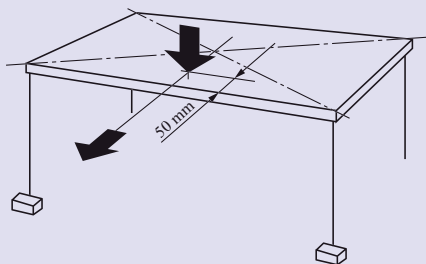

图 1-25 课桌稳定性试验示意图
2. 垂直加载稳定性试验。通过加载垫在课桌最不稳定边中心离边沿向内 50 mm 桌面处，垂直向下逐渐加力，如图 1-25 所示，至下表中的规定值或直至课桌有一个桌腿离开地面为止。记录最大荷载。
3. 垂直和水平加载稳定性试验。在课桌最不稳定边中心离边沿向内 50 mm 桌面处通过加载垫垂直向下加 100 N 的力，同时在该边中点桌面上向外施加一个水平力，如图 1-25 所示，